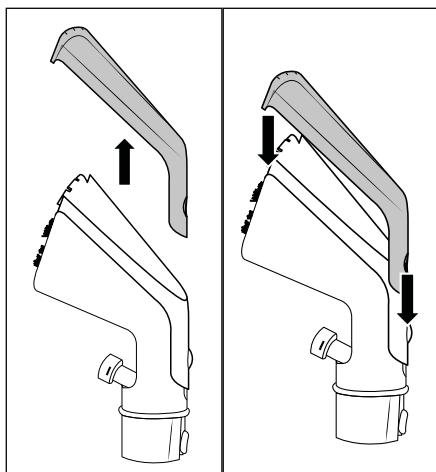
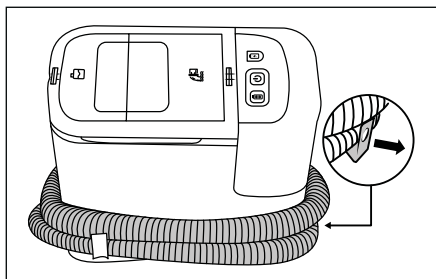

Fig. 9
Fig. 10
- ◆ Premere il tasto di blocco 24 della copertura dell'accessorio per la pulizia 23 della bocchetta per imbottiture 22 e staccare la copertura dell'accessorio per la pulizia 23 (vedere fig. 9).
- ◆ Applicare la copertura dell'accessorio per la pulizia 23 alla bocchetta per imbottiture 22 e spingerla verso il basso finché il tasto di blocco 24 non s'innesta nella bocchetta per imbottiture 22 (vedere fig. 9).
- ⓘ **Nota:** (1) Se non si utilizza l'apparecchio per lungo tempo, svuotare il contenitore dell'acqua pulita 2. (2) Conservare l'apparecchio solo dopo averlo pulito. Osservare al riguardo la descrizione contenuta al capitolo 7.1. **Pulizia del contenitore dell'acqua sporca.**
- ◆ Estrarre il reggitubo 15 dall'apparecchio. Avvolgere il flessibile di spruzzo/aspirazione 19 intorno all'apparecchio utilizzando il reggitubo 15/16 (vedere fig. 10).